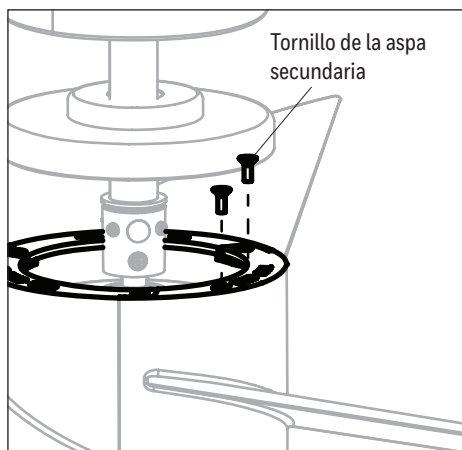

Figure 5.4
4. Alinee los orificios de la parte superior de las aspas con los seis orificios de la parte superior del ensamblaje del motor. Fíjelos con los tornillos de las aspas secundarias del kit de aditamentos (Figure 5.4).